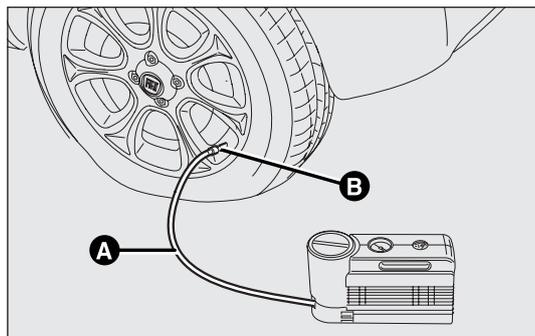

fig. 152
- Serrer le frein à main. Dévisser le capuchon de la soupape du pneu, extraire le tube transparent de remplissage A-fig. 152 et visser la bague B sur la soupape du pneu ;